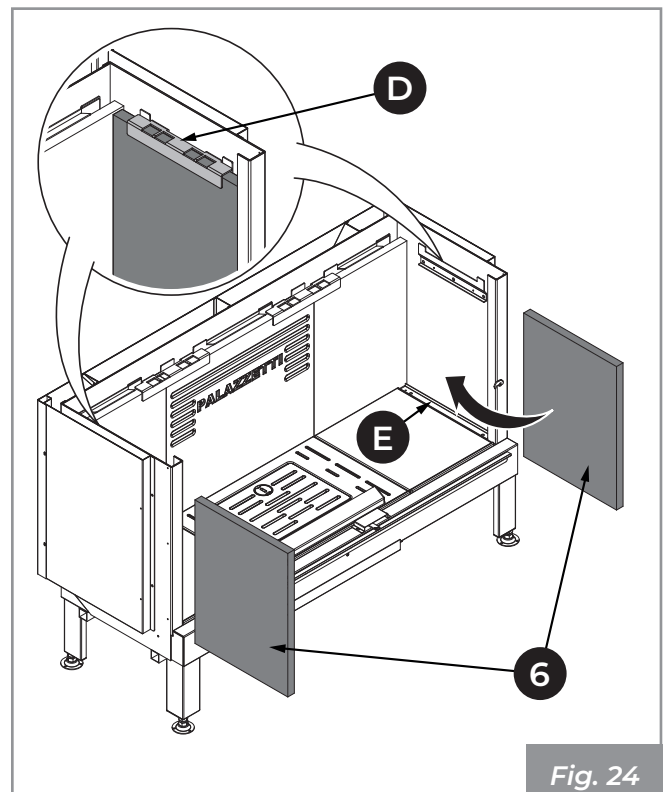

Fig. 24
- 5) Positionner les panneaux latéraux en réfractaire (6) à l'intérieur de la chambre de combustion et les faire délicatement glisser à leur place, en centrant le rail (E) présent sur les côtés de la base en fonte (Fig. 24).
- 6) Appliquer les plaques de blocage (D) qui alignent les parois latérales de fond.